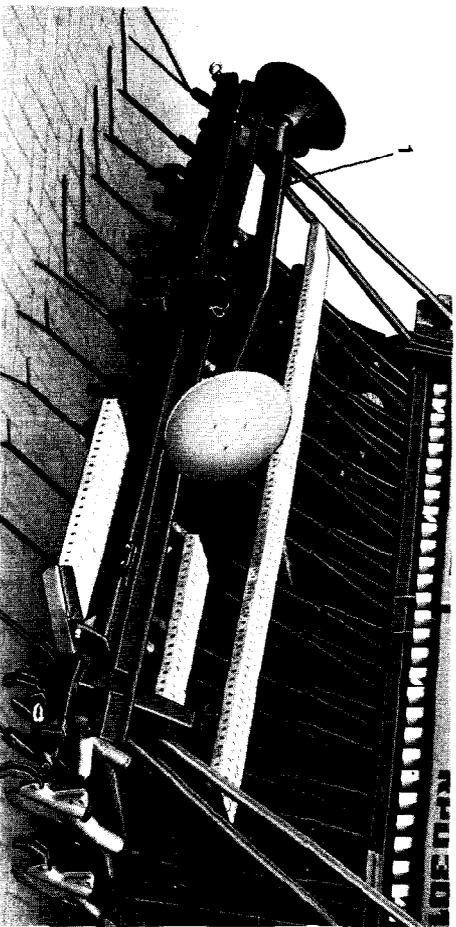
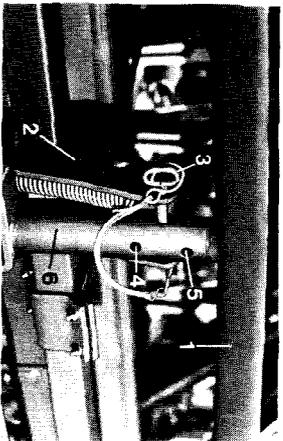

Fig. 116
Fig. 117
Der Anreißerträger (Fig. 117/1) ist nach dem Lösen des Sicherungsbolzens (Fig. 117/3) zu der Seite zu neigen, auf der die Spuranreißerscheibe befestigt ist, und wie folgt, abzustechen:
- Absteckbohrung unten (Fig. 117/4), für einseitiges Anreißen rechts
- Absteckbohrung oben (Fig. 117/5), für einseitiges Anreißen links.
In Transportstellung sind Anbauträger (Fig. 117/2) und Tragarm (Fig. 117/6) mit dem Bolzen (Fig. 117/3) abzustecken und zu sichern. Das Vorauflaufmarkiergerät ist nun ganz hochgeklappt und der Anreißerträger (Fig. 116/1) mit den Spuranreißerscheiben steht längs über dem Exaktstriegel.
Auf öffentlichen Straßen ist der Anreißerträger (Fig. 116/1) mit den Spuranreißerscheiben abzunehmen.